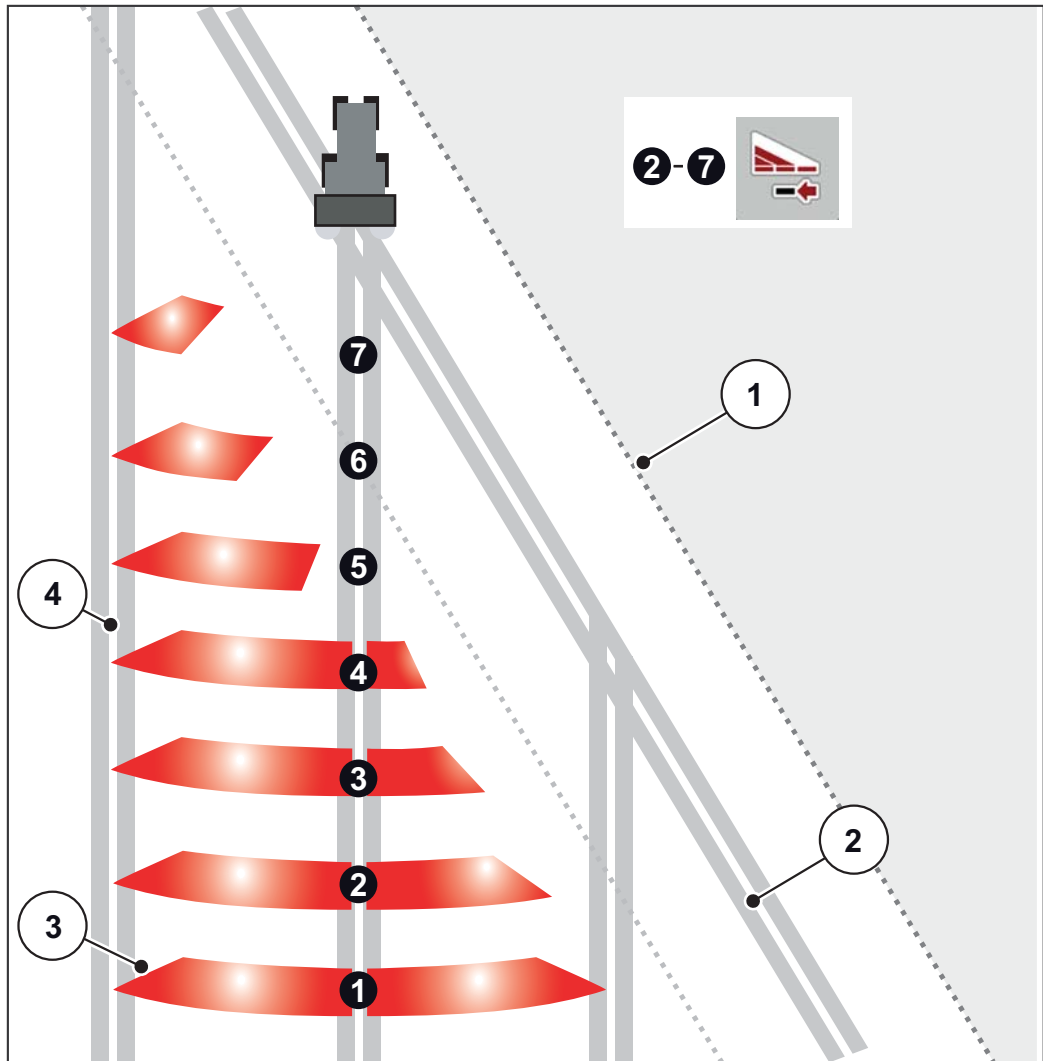

Bild 5.4: Automatische Teilbreitenschaltung
- **Nur AXIS.2:** Die Teilbreitenschaltung ist von Außen nach Innen oder von Innen nach Außen möglich. Siehe Bild 5.4.